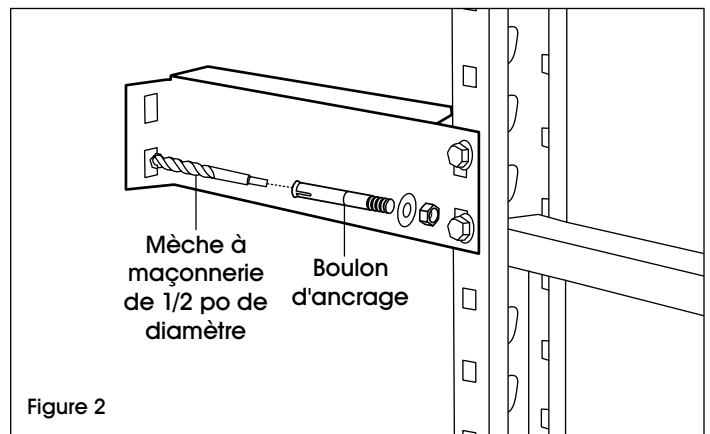

Figure 2
3. En vous servant d'une mèche à maçonnerie de 1/2 po, percez dans le mur un trou d'environ 7,62 cm (3 po) de profondeur. (Voir Figure 2)